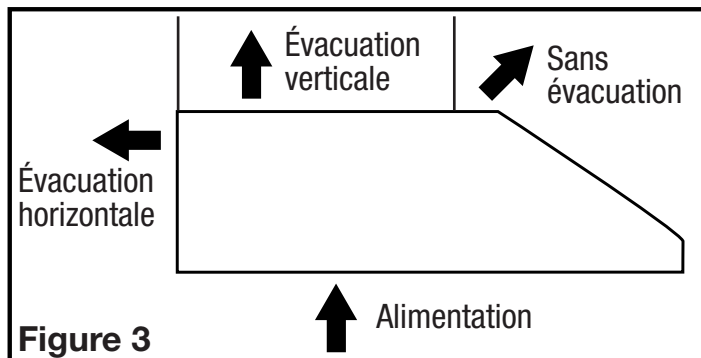

Figure 3
- Déterminez le type de conduits dont vous aurez besoin. Pour garantir la meilleure qualité d'air et performance acoustique, il est recommandé que la longueur de la canalisation et le nombre de coudes soient réduits au minimum, que le rayon de chaque coude soit aussi grand que possible pour l'installation, et que des conduits rigides soient utilisés. Ce modèle peut évacuer l'air verticalement ou horizontalement par un conduit de 8,25 cm sur 25,4 cm. On peut également l'utiliser sans évacuation (il rejette alors l'air dans la cuisine) en ajoutant 2 filtres au charbon de modèle CF-01 (non compris) (**Figure 3**).